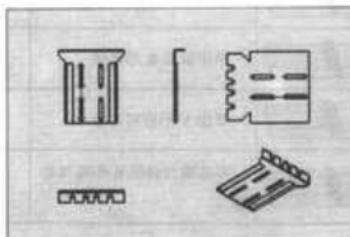

图 8-70 钣金工程图
(1) 单击工程图工具栏中的 \square （模型视图）工具，或单击菜单栏中的“插入” \rightarrow “工程视图” \rightarrow “模型视图”命令。
(2) 在“模型视图”属性管理器中选择零件或单击工程图中的前视图。
(3) “方向”选项框中选择“等轴测”，单击 \checkmark （确定）按钮，并在工程图中选择一个位置单击以放置等轴测视图，最终生成的钣金工程图如图 8-70 所示。